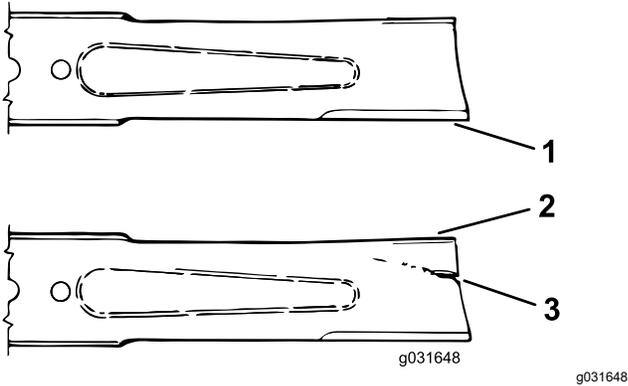

Bild 71
- Prüfen Sie die Schnittkanten des Messers sorgfältig, insbesondere dort, wo die geraden Flächen die gebogenen berühren (Bild 71).